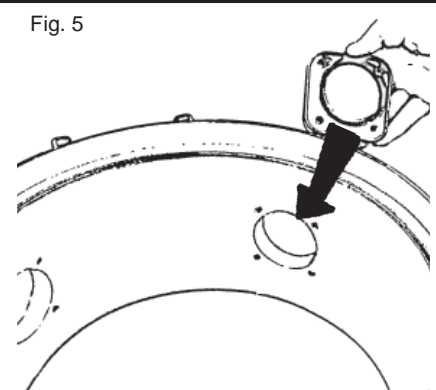

Fig. 5
4. Adaptar (trasladar) el receptáculo del tubo de aspiración a la salida nueva. NOTA: El receptáculo está marcado con la palabra "Up" (arriba). Asegurarse de que el receptáculo se monta con la palabra "Up" hacia arriba. Acoplar el receptáculo montando y apretando los cuatro tornillos, Fig. 5.